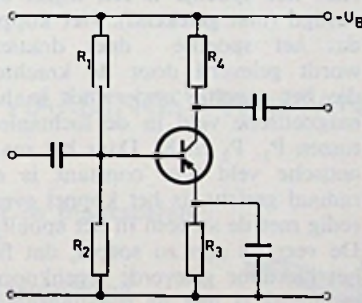

Fig. 6
2. De in fig. 6 voorgestelde transistor-schakeling wordt vaak in l.f. versterkers toegepast.